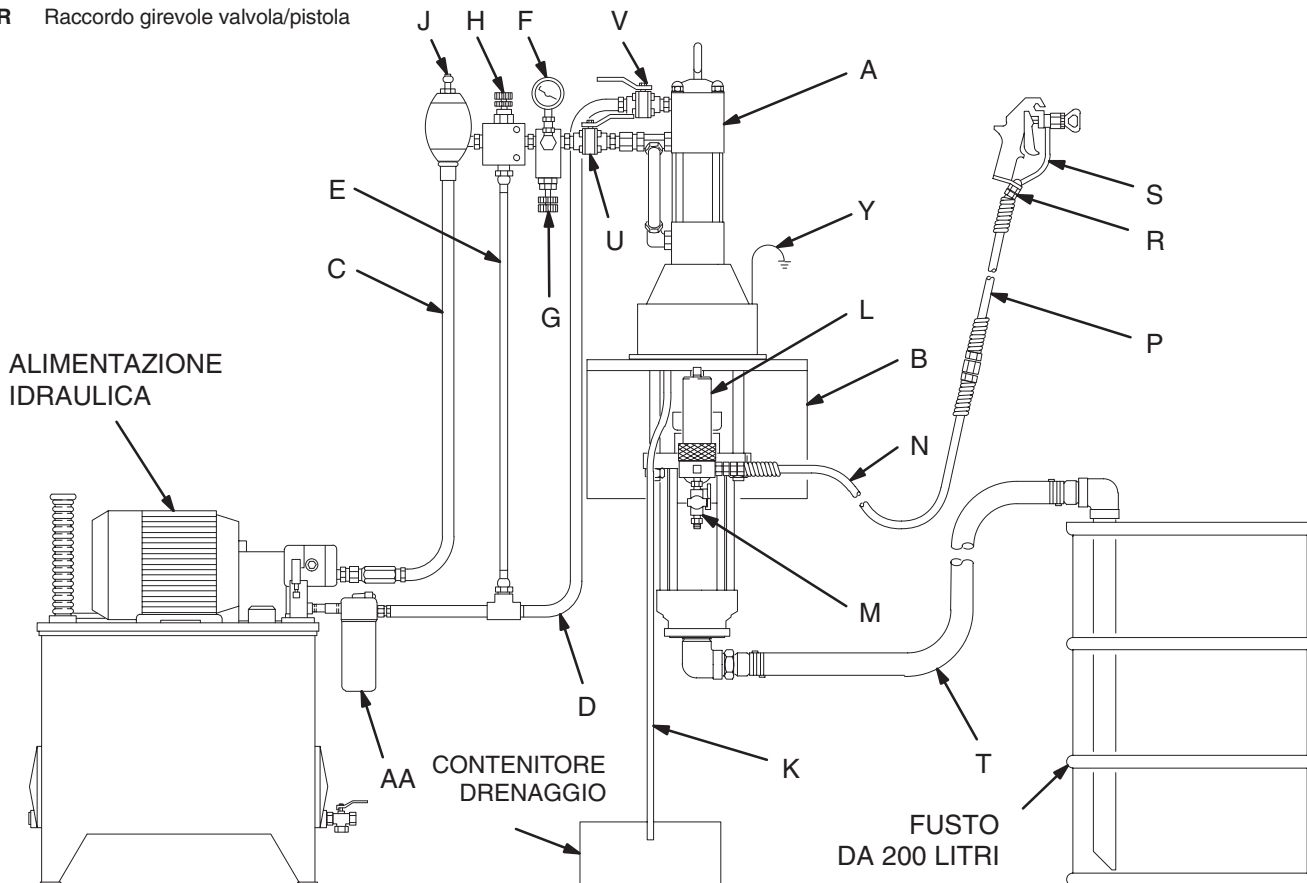

Fig. 4
La Fig. 4 è solo una guida per la selezione e l'installazione dei componenti ed accessori del sistema. Contattare il distributore Graco per l'assistenza tecnica Graco per progettare un sistema adatto alle proprie necessità specifiche.
Montare la pompa (A) in modo idoneo all'installazione pianificata. La Fig. 4 illustra un sistema montato a parete. Le dimensioni della pompa e la disposizione dei fori di montaggio sono indicate alle pagine 43 e 44.
Sulla linea di alimentazione idraulica (C), installare i seguenti accessori nell'ordine indicato nella Fig. 4 utilizzando gli adattatori se necessario:
- **Una valvola di arresto (U)** isola la pompa per la manutenzione.
- **Un manometro per la pressione del fluido (F)** per monitorare la pressione dell'olio idraulico al motore e per evitare l'eccessiva pressurizzazione del motore o del pompante e **una valvola di controllo del flusso compensata per pressione e temperatura (G)** per impedire al motore di girare troppo velocemente e di danneggiarsi.
- **Una valvola per la riduzione della pressione (H), con una linea di drenaggio (E)** funziona direttamente nella linea di ritorno idraulico (D).
- **Un accumulatore (J)** per ridurre l'effetto martello causato dalla direzione invertita del motore.
Installare i seguenti accessori nelle posizioni riportate nella Fig. 4 utilizzando gli adattatori se necessario: